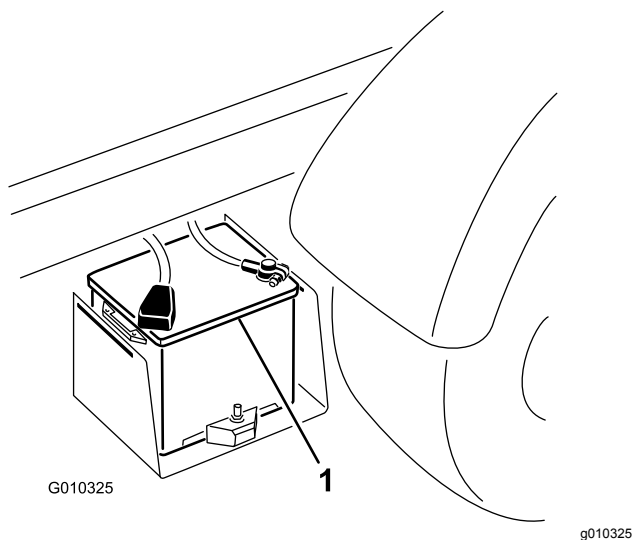

図 52
2. 2 台のバッテリーのプラス 端子同士をブースターケーブルでつなぐ 図 52。